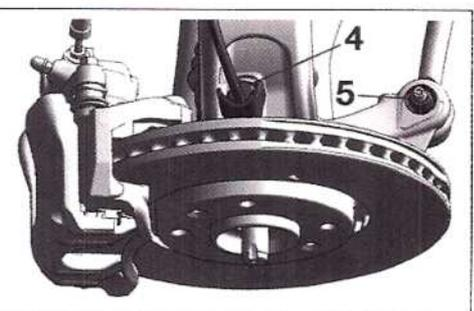

FIG. 2
La fijación del captador de rueda (4) (Fig.2).